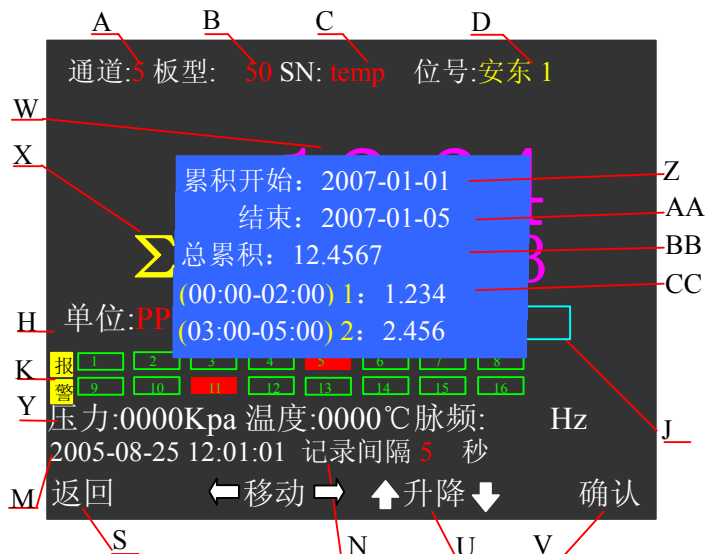

图 2.8 50M 板的累积统计显示
- 累积值统计**: 在 50M 通道的特大数据画面下, 按 **■** 键将弹出“累积统计”对话框 (图 2.8), 通过设置累积开始和结束时间, 可统计出这个时段的总累积值和各个分段的累积值。当没有分段时, 可统计任意时段 (最小到分钟) 总累积值; 当有分段计算时, 开始到结束的每天同一时段的累积和。具体设置请到第三章的通道组态的 累积统计 项进行设置
- 1、该采集板有累积值统计功能，可进行总累积值和分段累积计算功能，按■键使系统从检测状态进入累积统计状态（如图2.8）；
- G. **数据提示块 1:** 数据提示块的数据表示实时数据,如图 2.8 所示的第八通道;LU-R/C2100 时只显示当前这一通道的实时数据;